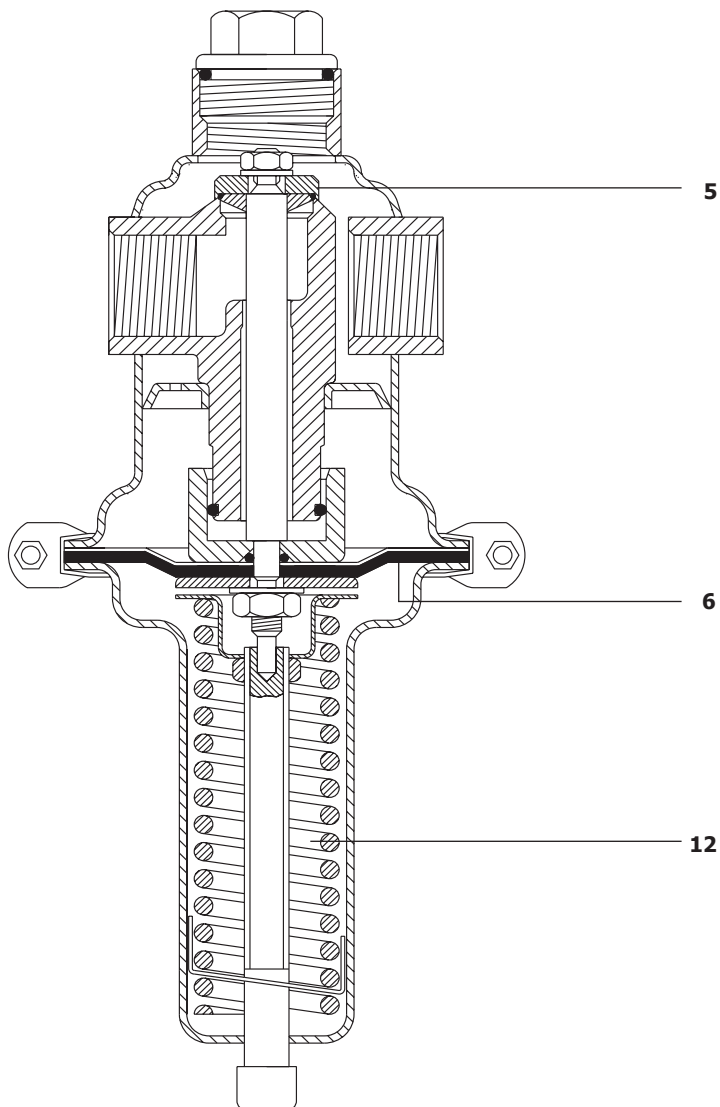

Рис. 2
5.2 Проверки и замена диафрагмы и 'O'-образного кольца уплотнения (См. рис. 2)